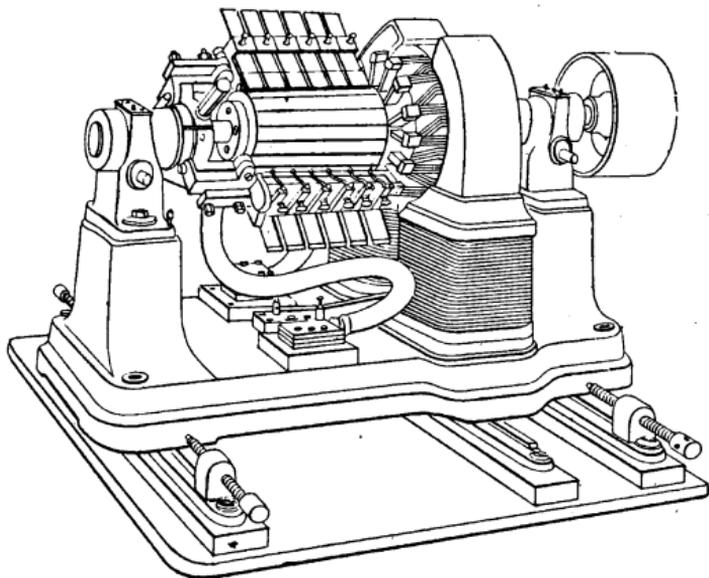

Fig. 179.
**Dynamo** (fig. 179). — Machine électrique industrielle basée sur les phénomènes d'induction. La